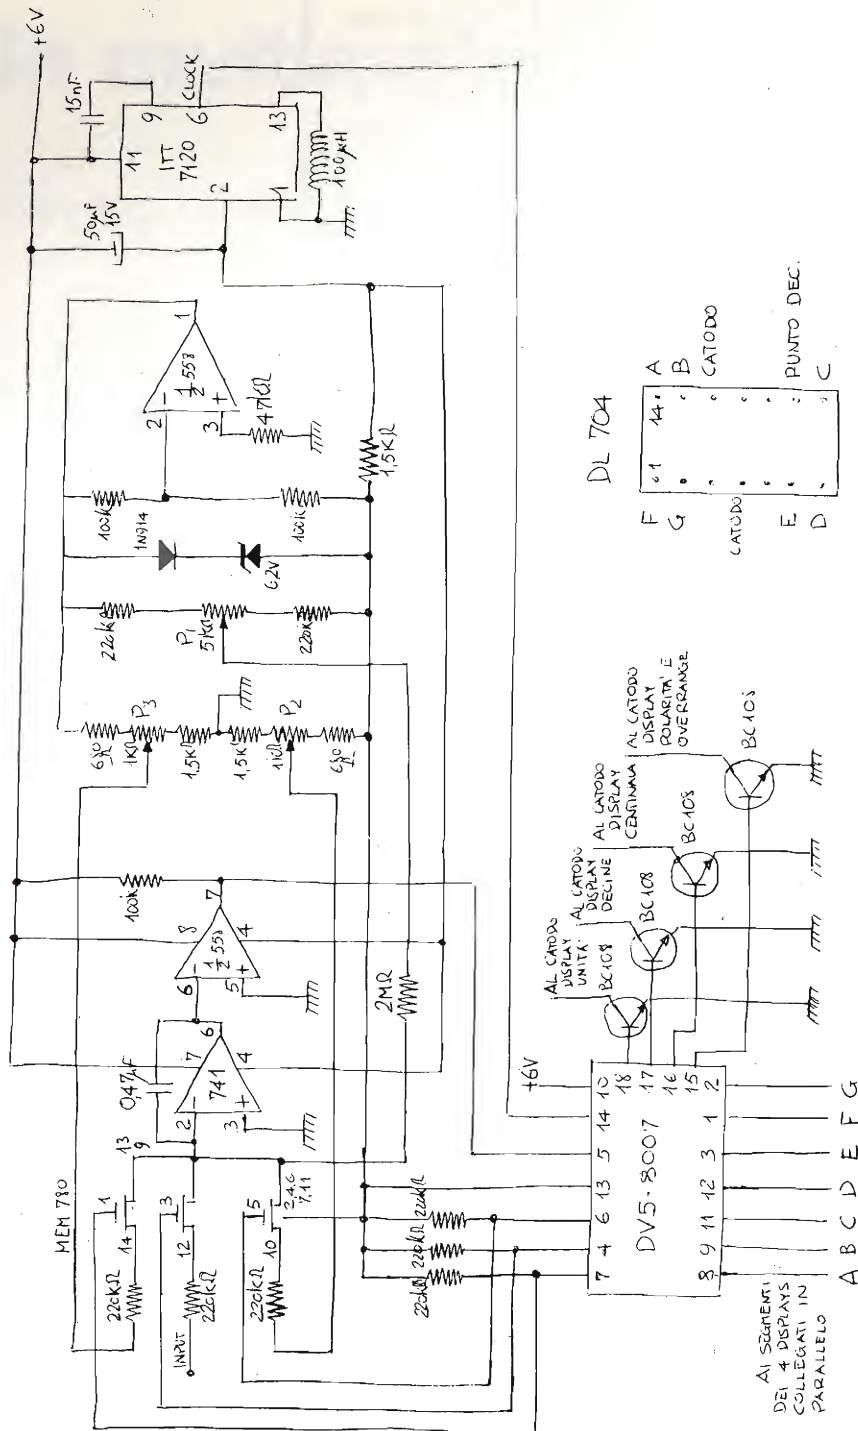

figura 3
Fare di un voltmetro un ohmetro è una cosa semplicissima, se esso ha una impedenza di ingresso sufficientemente elevata. Basta collegare la resistenza incognita a un generatore di corrente costante e misurare la tensione che si sviluppa ai suoi capi. Se la corrente vale, ad esempio, 1 mA, tale tensione darà direttamente, in kilohm, per la legge di Ohm, il valore della resistenza incognita. Ora che abbiamo visto il principio di funzionamento di questo tipo di voltmetro digitale, passiamo a esaminare il circuito pratico dello strumento che presento in figura 3 qui a fianco.
Come si vede, anche se il prezzo di tale integrato è relativamente elevato, tuttavia il numero delle funzioni da esso compiute è veramente notevole. Nello schema di figura 3 vediamo poi un oscillatore di clock (integrato ITT7120) che fornisce anche una tensione continua che serve al funzionamento di questa parte di circuito, un integratore (741), un comparatore ($1\frac{1}{2}$ 558), un commutatore elettronico (780), un generatore della tensione di riferimento ($1\frac{1}{2}$ 558).
Abbiamo innanzitutto un partitore compensato di ingresso con rapporti decadici: esso permette di estendere la portata dello strumento a 20, 200 e 2.000 V. Per quanto riguarda quest'ultima portata, nonostante lo strumento possa misurare in teoria 2.000 V, in pratica non conviene superare i 700-800 V per non incorrere in problemi di isolamento delle varie parti del circuito. Il partitore è seguito da un separatore voltage-follower formato da due fet di caratteristiche il più possibile identiche (se si riesce a reperire un fet duale è consigliabile impiegarlo in questo circuito) e un operazionale (741). Questo stadio ha un guadagno unitario, ma possiede una elevatissima resistenza di ingresso e una bassa resistenza d'uscita, tali da non caricare il partitore e da disaccoppiare efficacemente il circuito sotto misura. Nel caso si debbano misurare tensioni continue, il segnale viene prelevato all'uscita di tale separatore e inviato al voltmetro vero e proprio, cioè al circuito di figura 3. Se la tensione da misurare è invece alternata, è necessario elaborarla e trasformarla in una continua pari al suo valore efficace. Il circuito formato dai due integrati LM301 (o SG301) seguenti costituisce un rettificatore di precisione, che trasforma la tensione alternata in una continua pari al suo valore medio, e un amplificatore che moltiplica la tensione ottenuta per 1,11. Questo circuito si comporta ottimamente fino a frequenze di 30 kHz. Rimane da esaminare la funzione dell'ultimo integrato, un 741. Esso, insieme col transistor BC204, è un generatore di corrente costante e viene utilizzato, come abbiamo già detto, quando lo strumento è in posizione ohmetro.
Passiamo ora alla taratura finale. Partiamo dal circuito di figura 3: cortocircuitare l'ingresso e regolare P_1 per azzerare il display. Quindi connettere all'ingresso una tensione nota positiva più prossima possibile a 1,999 V e regolare P_2 in modo da